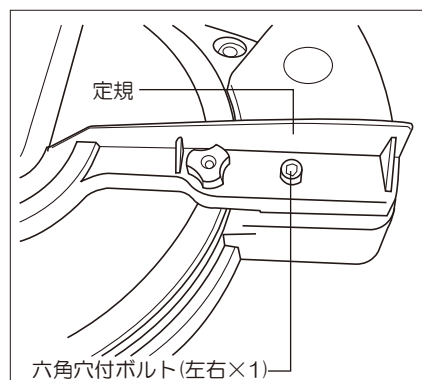

図10
- ①定規を固定している六角穴付ボルト2本を付属の六角レンチ(5mm)でゆるめてください。(図10参照)